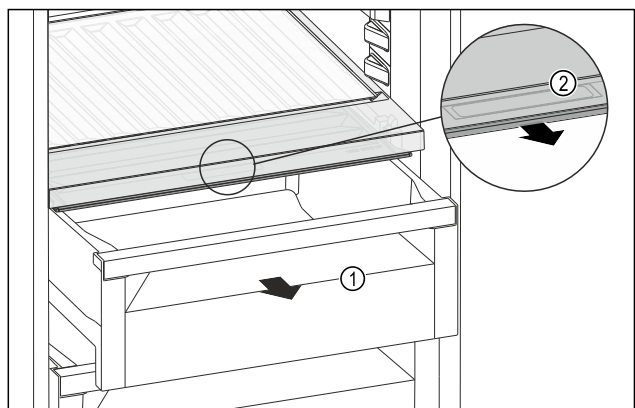

Fig. 156
- ▶ Извлеките выдвижной ящик Fig. 156 (1).
- ▶ Возьмитесь за утопленную ручку Fig. 156 (2) на крышке отделения и одновременно потяните крышку отделения вперед.